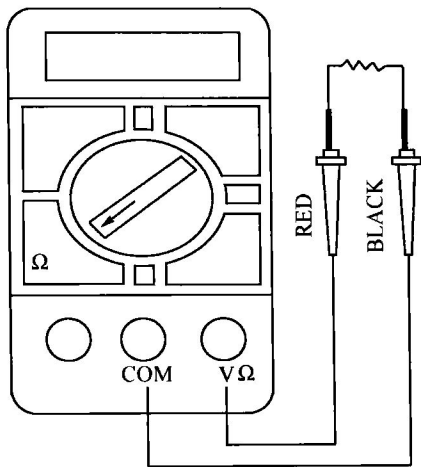

图2-2-3 电阻的测量
1) 将黑表笔 (BLACK) 插入COM插孔, 红表笔 (RED) 插入VΩ插孔 (如图2-2-3所示)。